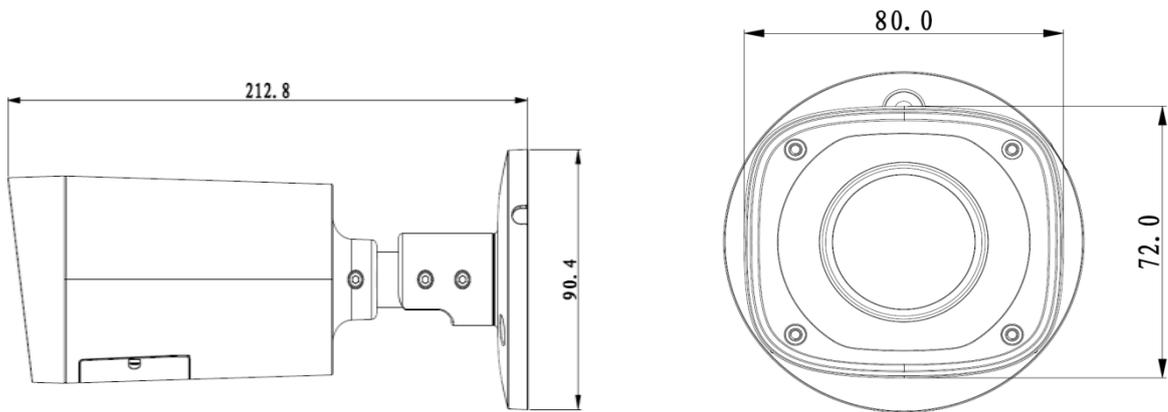

Рисунок 6.1
6.2 Выберите место крепления камеры с учетом габаритных размеров (рис.6.1) и удобства работы с монтажным инструментом.